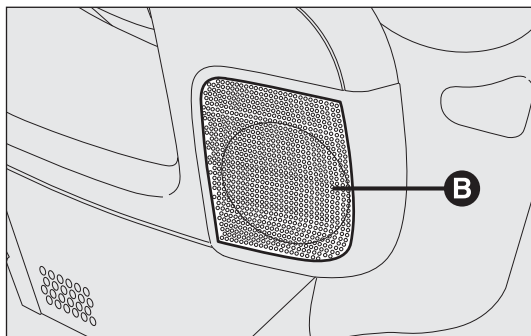

fig. 138
- n. 2 mid-woofer B ubicati sulle porte anteriori (diametro 165 mm, potenza 40W max ciascuno) fig. 138;